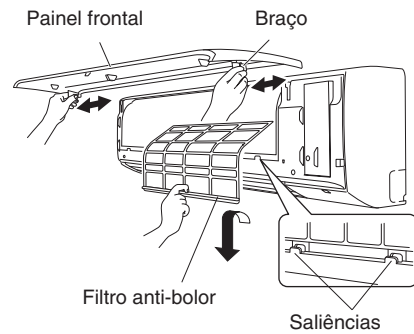

Fig. 3-12
Se estiver a ser difícil retirar o painel frontal, segure ambas as extremidades e levante-o ligeiramente. Mova-o para a esquerda e liberte o braço esquerdo e, em seguida, mova-o para a direita e liberte o braço direito. (Fig. 3-12)
- (2) Levante ligeiramente o filtro anti-bolor para libertá-lo das saliências na unidade e, em seguida, empurre para baixo de modo a retirar o filtro da unidade. (Fig. 3-12)